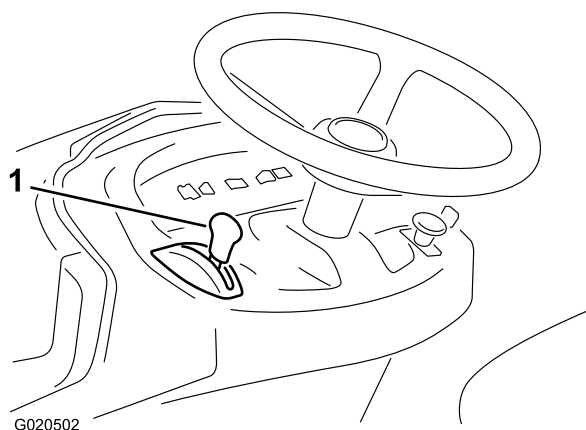

図 9
5. エンジンが冷えている時には、スロットルコントロールレバーを一番前の位置チョーク位置にセットする 図 9。
6. 始動キーを右に回して START 位置にする 図 9。
7. エンジンが始動したら、スロットルレバーをゆっくりとFAST位置 図 9 にスライドさせる。
1. スロットルレバーを SLOW 位置に動かす 図 9。
2. キーを OFF 位置に回す 図 9。